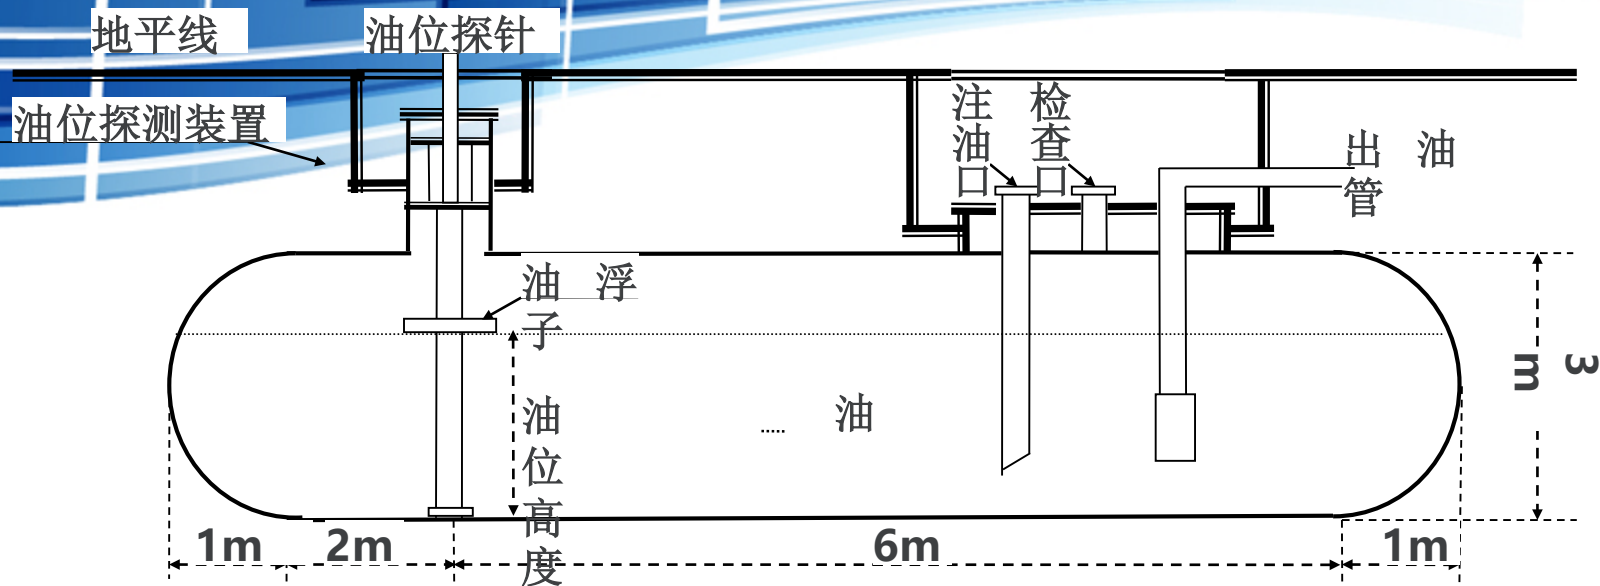

图1 储油罐正面示意图
- 许多储油罐在使用一段时间后，由于地基变形等原因，使罐体的**位置会发生纵向倾斜和横向偏转等变化**（以下称为变位），从而**导致罐容表发生改变**。按照有关规定，需要定期对罐容表进行重新**标定**。图1是一种典型的储油罐尺寸及形状示意图，其主体为圆柱体，两端为球冠体。图2是其罐体纵向倾斜变位的示意图，图3是罐体横向偏转变位的截面示意图。